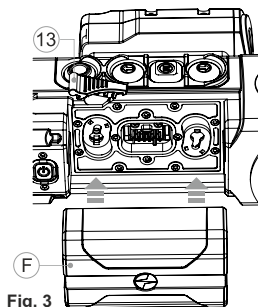

Fig. 3
- Levante la palanca (13).
- Instale la batería en la ranura prevista del alojamiento del dispositivo de manera que el elemento F (Fig. 3) aparezca desde abajo.